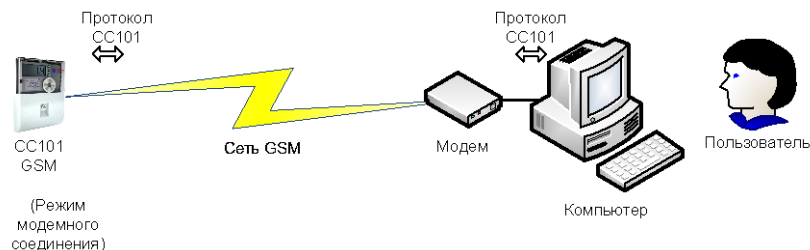

Рисунок 2.4. Считывание показаний и управление счетчиком по модемному соединению
2.4 Пользователь выбирает и считывает показания счетчика на компьютер, подключенный к прибору через модемное соединение (Рисунок 2.4). В этом варианте основной последовательный интерфейс свободен, а модуль расширения «GSM/GPRS контроллер» внутри счетчика работает в режиме модемного соединения. Максимально допустимое расстояние до прибора ограничено только наличием доступа к сети оператора связи GSM. В программе на компьютере можно осуществлять выбор, автоматическое считывание и сохранение показаний в базе данных, формирование отчетов, управление счетчиком и т.д.